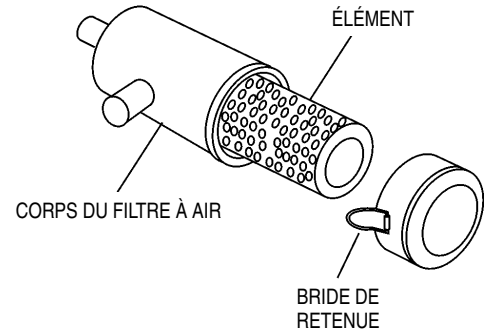

Figure 31. Filtre à air
1. Libérez les brides du filtre à air (Figure 31) et retirez-le.
4. Appuyez sur l'élément filtrant en papier (Figure 31) plusieurs fois sur la surface dure pour enlever la saleté, ou soufflez de l'air comprimé [n'excédant pas 99 psi (686 kPa, 2,1 kgf/cm²)] à travers l'élément filtrant de l'intérieur tout en tournant l'élément. **NE JAMAIS** broser la saleté. Le broissage introduirait de la saleté dans les fibres.